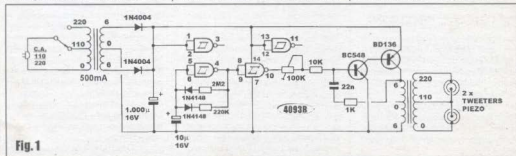

Fig. 1
- FIG. 1 - DIAGRAMA ESQUEMÁTICO DO CIRCUITO - O circuito tem seu funcionamento centrado em dois osciladores - ambos muito simples: um deles, baseado nos dois transistores de polaridade complementar (BC548 e BD136), opera em frequência de áudio bastante elevada (podendo atingir a desejada região inaudível às pessoas, mas que *impressiona os ratos*...), cujo ajuste *fino* pode ser feito através do *trim-pot* de 100K (*seriado*) com o resistor fixo de 10K, à *base* do transistor NPN...! Nessa estrutura simples de multivibrador complementar, apenas uma rede RC de realimentação/desvio de fase é necessária, determinada pelo resistor de 1K mais o capacitor de 22n (valores que referenciam a faixa básica de frequências obtidas...). Observem que como *carga de coletor* do transistor de saída (um BD136, média potência...) aplicou-se o enrolamento *secundário* de um transformador de força comum (0-110-220 V para 6-0-6 V x 350 mA). Com isso, a energia da oscilação é transferida para o enrolamento *primário* com substancial elevação na sua tensão, possibilitando alto rendimento ao par de transdutores piezo-elétricos (dois simples *tweeters* piezo, dos quais - se existir tal implemento - deve ser removido o *trafinho* interno...). A existência de três fios, com tomada central, no mencionado enrolamento, permite o fácil *casamento* de um par de transdutores, otimizando a manifestação acústica final, e ampliando bastante o raio de ação prática do ERAT... Por uma série de razões (entre elas a *economia* no custo operacional, e o fato dos roedores podermem
virado também para o mencionado eletrolítico, transistor BD136 com sua face metalizada apontando para a aba próxima do trafo de 350 mA (usado como saída, e não como trafo de força - revejam o esquema, na FIG. 1...), diodos (1N4004 e 1N4148...) com suas extremidades de catodo nitidamente demarcadas pelas faixinhas ou anéis em cor diferente, e capacitores eletrolíticos com as polaridades de terminais claramente marcadas (e a serem rigorosamente respeitadas...). Identificar também corretamente os dois trafos, sendo que o de 500mA é usado no módulo da fonte (trabalhando realmente como transformador de força) e o de 350 mA na função de casador de saída, para os tweeters piezo... Os primários e secundários dos dois trafos estão respectivamente identificados pelas letras P e S dentro de pequenos círculos... Lembramos que os primários costumam apresentar três fios de cores diferentes, enquanto que os secundários mostram fios de cores iguais nos extremos (cor diferente apenas no fio central...). Atenção para não trocar de lugar os resistores de valores fixos... Conferir tudo ao final, podendo então serem definitivamente fixados os dois trafos (com parafusos e porcas através dos furos na suas abas, passando pela furação previamente estabelecida na própria placa...) e amputadas as sobras de terminais, pela face cobreada (verificar se todos os pontos de solda encontram-se em bom estado, corrigindo eventuais insuficiências ou correntamentos...).